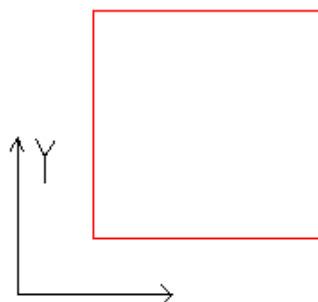
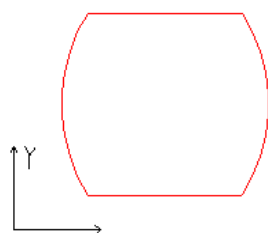
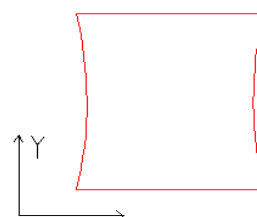
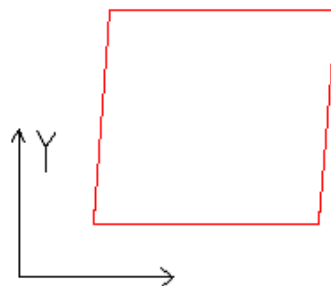

Рис. 10-19. Исходная фигура.
Рис.10-20. Результат маркировки.
Рис. 10-21. Результат маркировки.
Рис. 10-22. Результат маркировки.
1.000 : пункт относится к корректирующему коэффициенту дисторсии, значение по умолчанию составляет 1.0 (диапазон: 0.875 – 1.125). Если при исходной форме фигуры, показанной на Рис. 10-19, результат ее маркировки выглядит, как показано на Рис. 10-20 или Рис. 10-21, необходимо увеличить коэффициент в направлении оси X для Рис. 10-20 и снизить его для Рис. 10-21.
: пункт относится к корректирующему коэффициенту искажения типа «параллелограмм», значение по умолчанию составляет 1.0 (диапазон: 0.875 – 1.125). Если исходная фигура имеет форму, показанную на Рис. 10-19, а результат ее маркировки – как на Рис. 10-22, необходима корректировка данного параметра для исправления искажений.